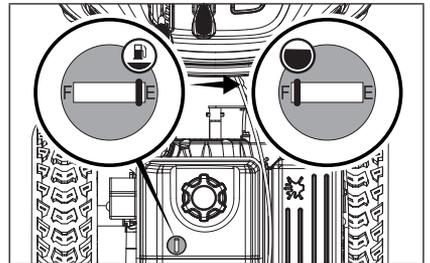

Figure 17
3. Le niveau approximatif de carburant est indiqué sur la jauge située sur le dessus du réservoir. (Fig. 17)